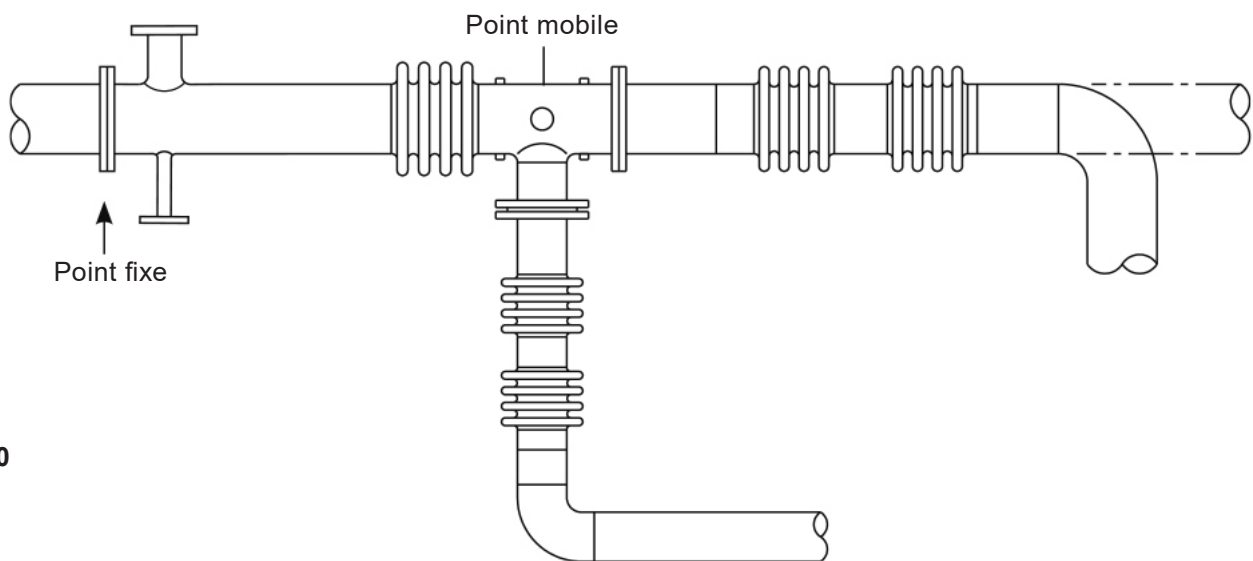

Fig. 10
4.9 La Fig. 10 montre un exemple de raccords des tubes. Il est possible d'utiliser également des tubes de plus grande courbure ou des raccords flexibles.